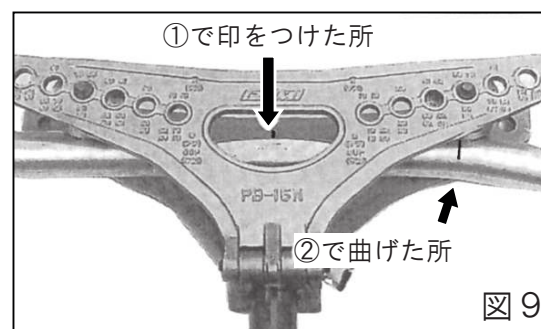

図9
- ③①で印を付けた所（曲げ長さ印箇所）をベンディングシューの中心に合わせ加圧します。（図9）